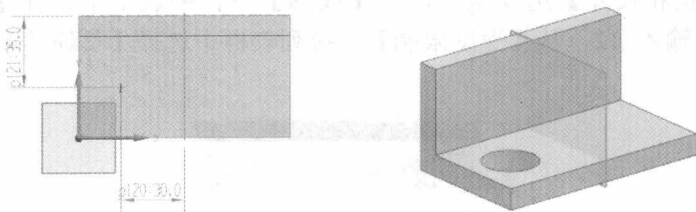

图 1-14 标注尺寸
⑥ 单击【草图工具】栏上的【自动判断的尺寸】按钮, 标注尺寸, 如图 1-14 所示, 单击【完成草图】按钮, 单击【孔】对话框中的【确定】按钮完成孔创建。